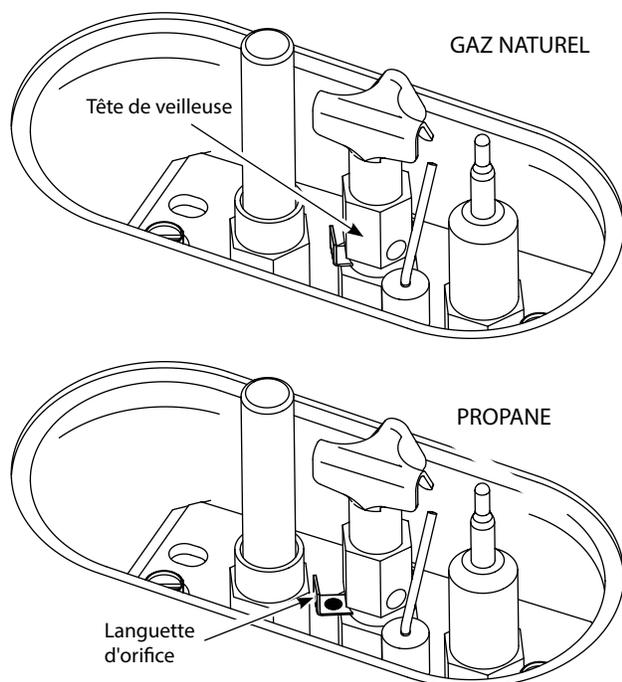

Figure 7.5 Conversion intégrée de l'orifice de veilleuse.
5. REMPLACER L'ORIFICE DE VEILLEUSE INTÉGRÉ DUAL-FUEL : Avec une clé à fourche de 7/16 po ou 11 mm, desserrez la tête de veilleuse juste assez pour régler la languette de l'orifice. Voir la figure 7.5.